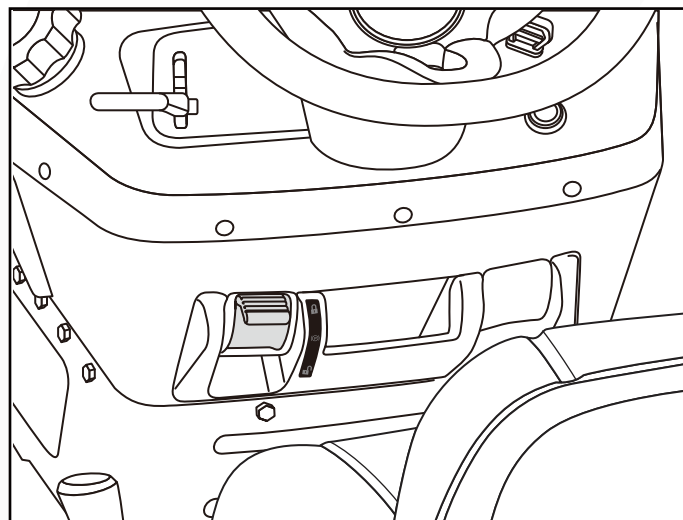

Fig. 19
2. Levante la palanca del freno de mano todo lo que da hasta la posición de bloqueo. (Fig. 19)